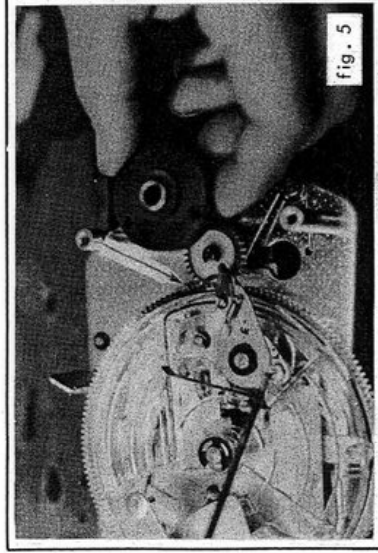

fig. 5
Au préalable, s'assurer que l'ensemble leviers entraineur (L) et entraîné (E) supportant le tâteur fonctionne librement autour de son axe, encliquer la roue de commande en position d'arrêt, faire déborder le tâteur à l'extérieur de la roue, en position d'embrayage et engager le moyeu nu de plateau sur son axe pour faciliter l'entraînement manuel du mécanisme en cours de réglage (voir fig. 5).